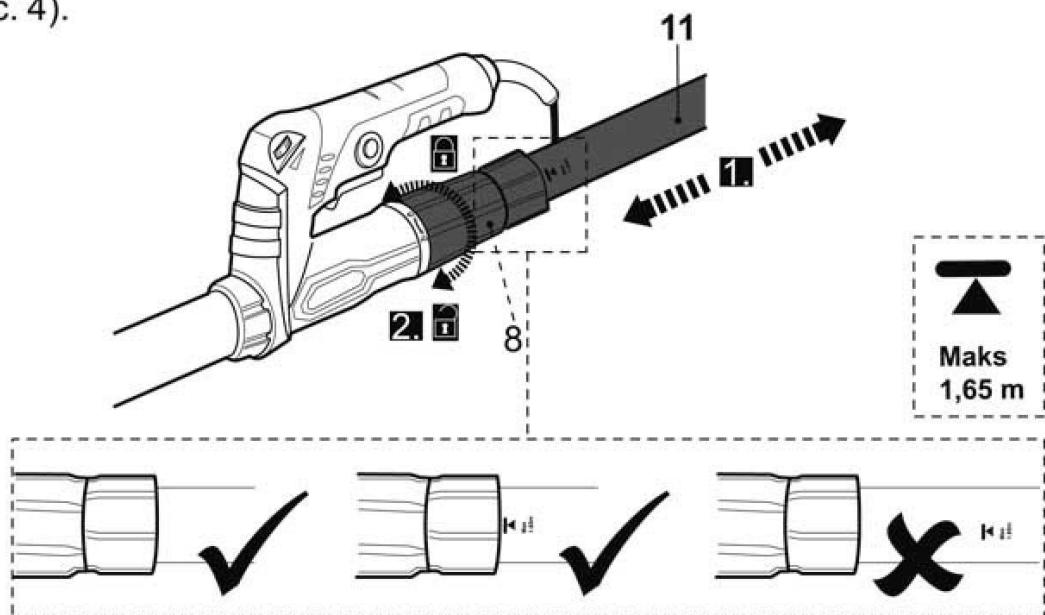

Рис. 4
- > При необходимости регулируйте длину телескопической трубы (11). Обратите внимание на маркировку “Макс 1,65 м” на телескопической трубке. Зажмите муфту (8) после установки/регулировки телескопической трубы (Рис. 4).
- > Приложите шаблон с отверстием наждачной бумаги (15) к отверстию в плите основания (10b), прежде чем закреплять наждачную бумагу (15) к плите, чтобы обеспечить эффективный отбор пыли и хороший результат.
- > Слегка прижмите наждачную бумагу (15), чтобы закрепить ее на плите основания (10b) (Рис. 4).